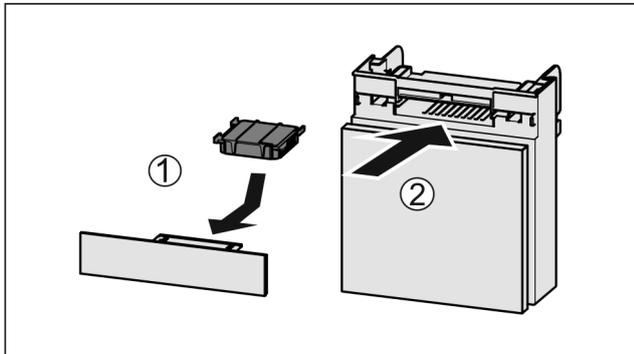

Fig. 128
- ▶ 按图装入 Fig. 128 (1) 活性炭过滤器。
- ▶ 推入 Fig. 128 (2) 抽屉。